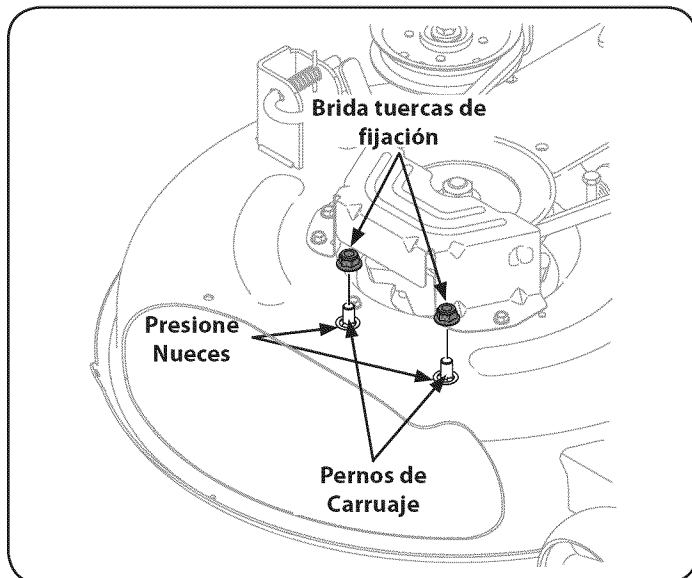

Figura 6
5. Retire las tuercas de seguridad con brida de la cubierta. No retire las tuercas de empuje o pernos, dejando en su lugar se ayuda en la instalación del vertedero. Véa la Figura 6.